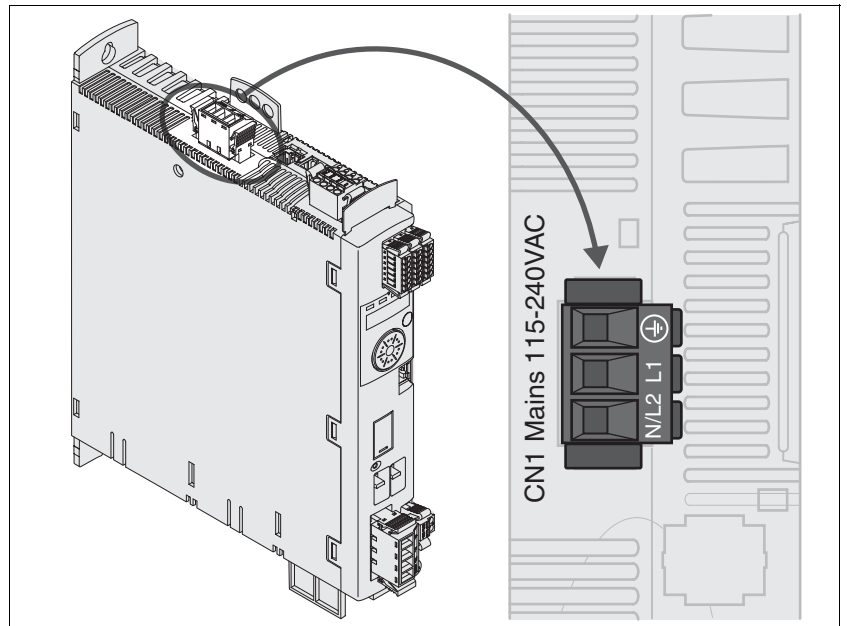

图 6.11 单相设备输出级电源接线图
- ▶ 将电线连接至（图 6.11）。注意接线端子螺钉的不同拧紧扭矩。